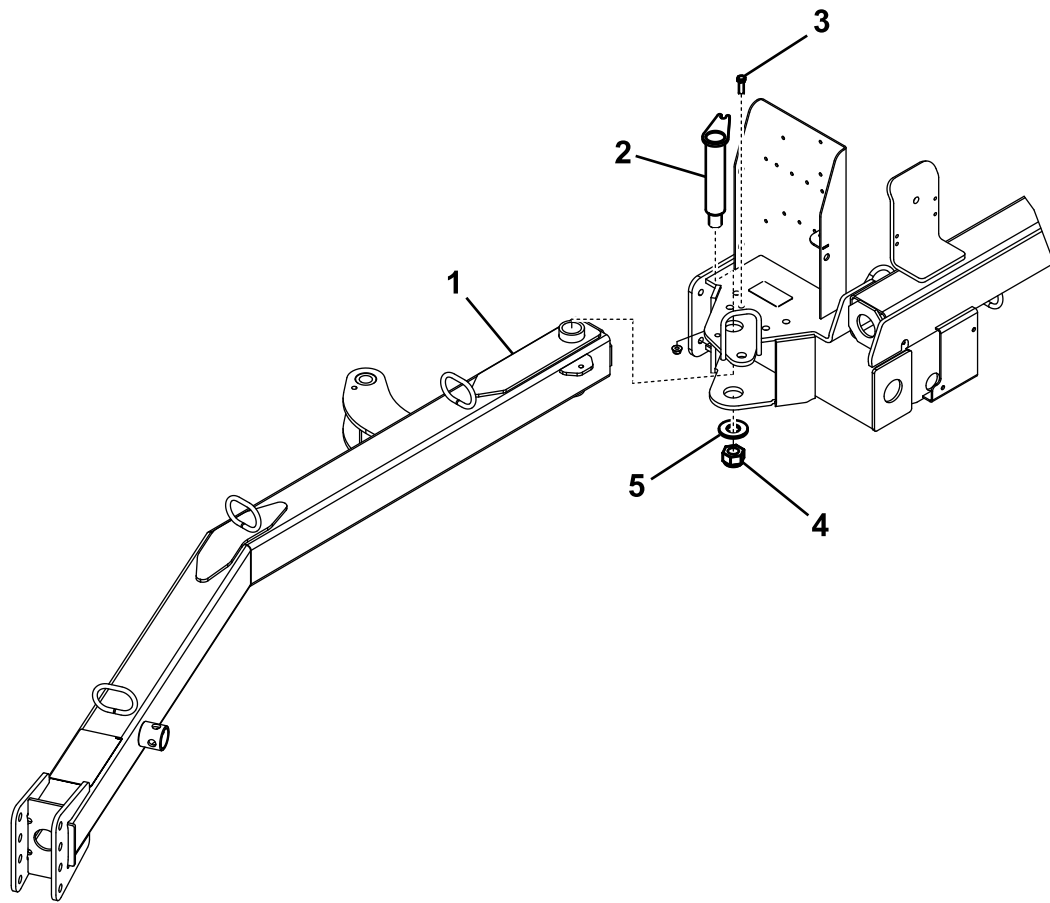

Bild 3
- Setzen Sie hintere Ende der Anbauvorrichtung zwischen die Befestigungsplatten an der Kehrrmaschine. Richten Sie gleichzeitig die Befestigungslöcher aus (Bild 3).
- Stecken Sie den Anhängerkupplungsstift durch die Befestigungsplatten und die Anhängerkupplungslasche (Bild 3).
- Befestigen Sie das obere Ende des Anbauvorrichtungsstifts mit einer Schraube (3/8" x 1-1/4") und einer Sicherungsmutter (3/8") an der Befestigungsplatte (Bild 3).
- Befestigen Sie das untere Ende des Anbauvorrichtungsstifts mit einer großen Scheibe, einer großen Mutter und einer Vierkantstellschraube (Bild 3).